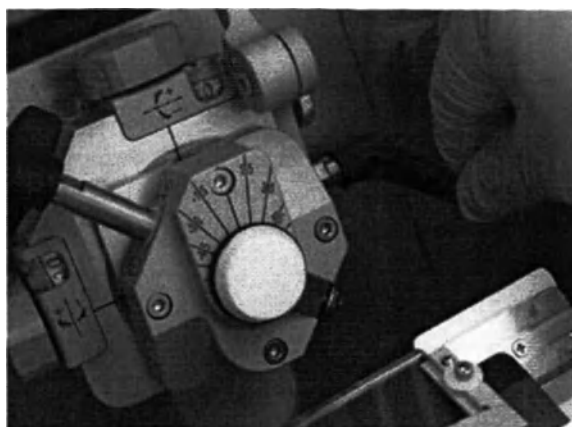

Рисунок 8.69
1. Вращайте рычаг для поворота (Рисунок 8.69) против часовой стрелки, чтобы ослабить крепление патрона трехмерного прецизионного инструмента.